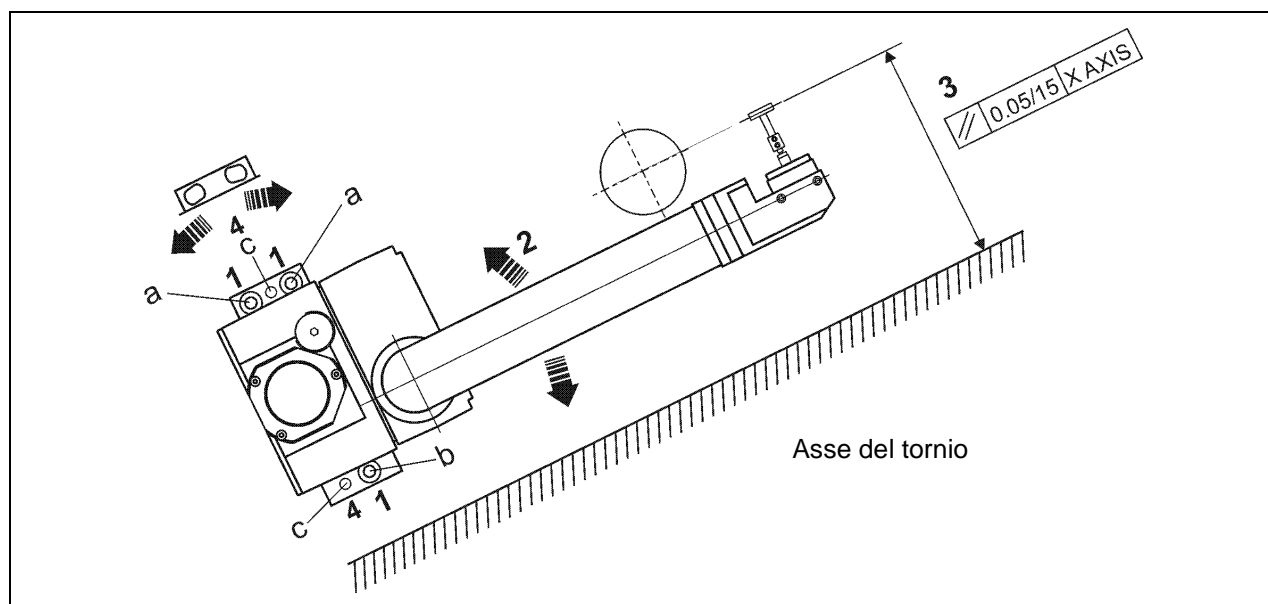

Figura 5-4. Alineación del brazo.
2. Gire el brazo respecto al tornillo (b) alineando el palpador paralelo al eje X de la máquina. El paralelismo del palpador respecto al eje X de la máquina debe ser 0,05mm (véase la Figura 5-4).